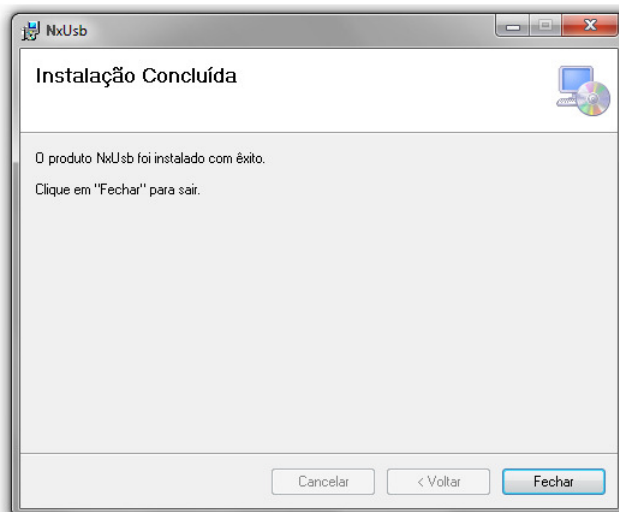

Figura 13
- Uma vez finalizada a instalação será mostrada a tela de “Instalação Concluída” (Figura 13).